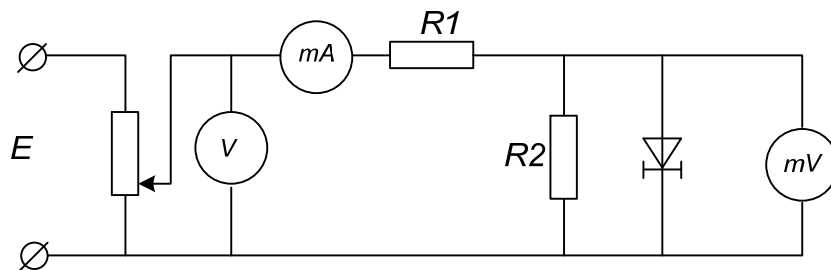

Рисунок 4.1 - Схема для дослідження статичних характеристик тунельного діода
Схема для дослідження статичних характеристик тунельного діода показана на рис. 4.1. Струм тунельного діода визначається як різниця показників міліамперметра і струму через відомий опір  $R_2$ , що шунтує тунельний діод. Напруга на тунельному діоді вимірюється ламповим вольтметром.
5. Скласти схему для зняття вольт-амперної характеристики тунельного діода (рис. 4.1).